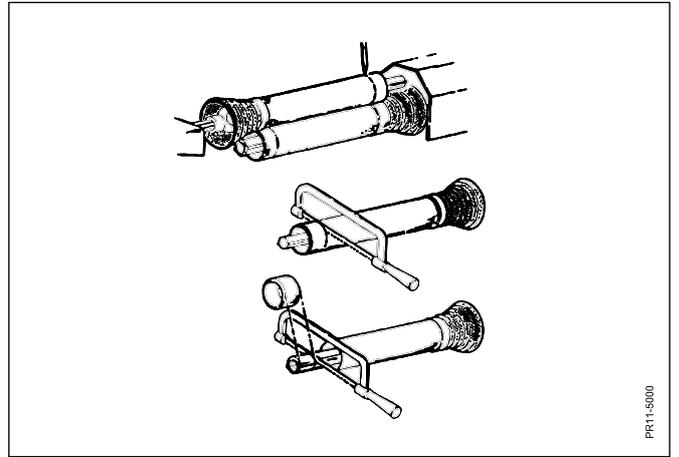

Fig. 2
- FIG. 2** Controllo della lunghezza dell'albero cardanico.